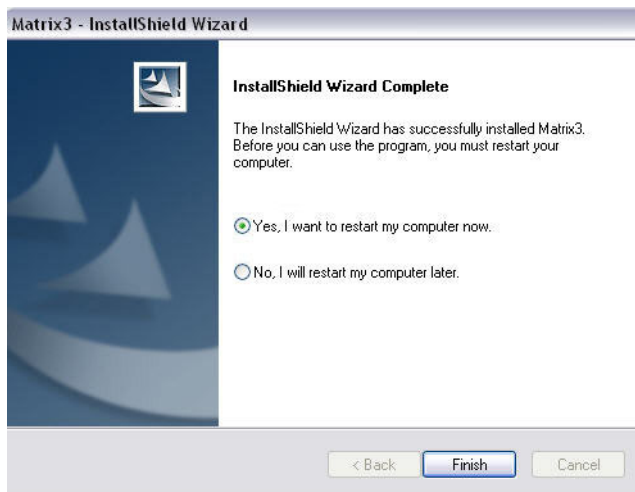

FIG. 10
12. Cuando se complete la instalación, aparecerá la pantalla que se representa en la FIG. 10. Antes de que Matrix funcione en el ordenador, tendrá que reiniciar el ordenador. Seleccione Sí, quiero reiniciar mi ordenador y haga clic en el **botón** Finalizar para reiniciar el equipo.
14. Cuando se complete la instalación, aparecerá la pantalla que se representa en la FIG. 10. Antes de que Matrix funcione en el ordenador, tendrá que reiniciar el ordenador. Seleccione Sí, quiero reiniciar mi ordenador y haga clic en el **botón** Finalizar para reiniciar el equipo.